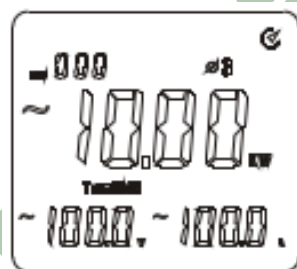

Figura 8-5
- Como se muestra en la figura 8-5, presione la tecla “SELECT” para elegir la fase 3 al medir en un sistema trifásico de 4 conductores y mostrar la potencia aparente, la tensión y corriente de dicha fase, $\phi 3$.